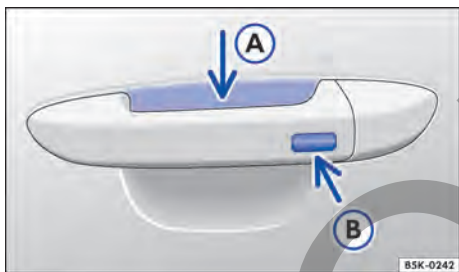

Fig. 51 Keyless Access: superficies del sensor.
- Tocar el sensor → fig. 51 (A) en la parte interna de la manija de la puerta del conductor o de la puerta del acompañante delantero.
- Tocar la superficie del sensor → fig. 51 (B) en la parte externa de la manija de la puerta del conductor o de la puerta del acompañante delantero *una vez*.
- Además, dentro de 5 segundos, toque una vez en el sensor en el exterior de la manilla de la puerta → fig. 51 (B).
Para la **apertura de confort** de todos los vidrios eléctricos empujar la manilla de la puerta y mantener presionados, al mismo tiempo, el sensor de la parte interior de la manilla → fig. 51 (A) y la superficie del sensor (B).
Para el **cierre de confort** de todos los vidrios eléctricos mantenga un dedo durante unos segundos sobre la superficie del sensor → fig. 51 (B) del lado exterior de la manilla de la puerta del conductor o del acompañante delantero.
Un fuerte chorro de agua o de vapor puede activar las superficies de los sensores en las manillas si, al mismo tiempo, una llave del vehículo válida está en el área de aproximación. Si al menos un vidrio está abierto y la superficie del sensor → fig. 51 B en una manilla de la puerta se activa permanentemente, todos los vidrios se cerrarán. Si el chorro de agua o de vapor se aleja brevemente de la superficie del sensor → fig. 51 A de una manilla de la puerta y se vuelve a dirigir hacia ella, posiblemente todos los vidrios se abrirán.